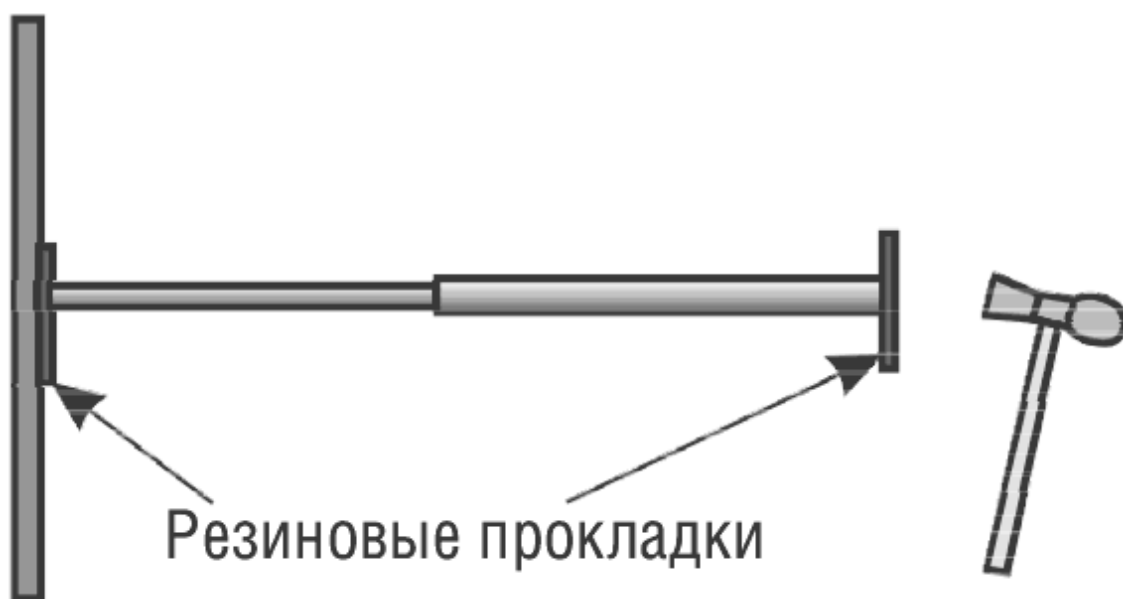

Рис. 10. Разборка застрявших колен удилища в домашних условиях
3. Если резиновой прокладки нет, придется взять удилище в разобранном состоянии. Для разборки удилища понадобятся два куса плотной резины толщиной более 1 см. Приставьте один кусок к стене, уприте в него застрявшее колено. К торцу второго колена приложите второй кусок резины и произведите удар молотком (лучше киянкой) по резине. Следите за тем, чтобы удилище было строго перпендикулярно плоскости стены (рис. 10).